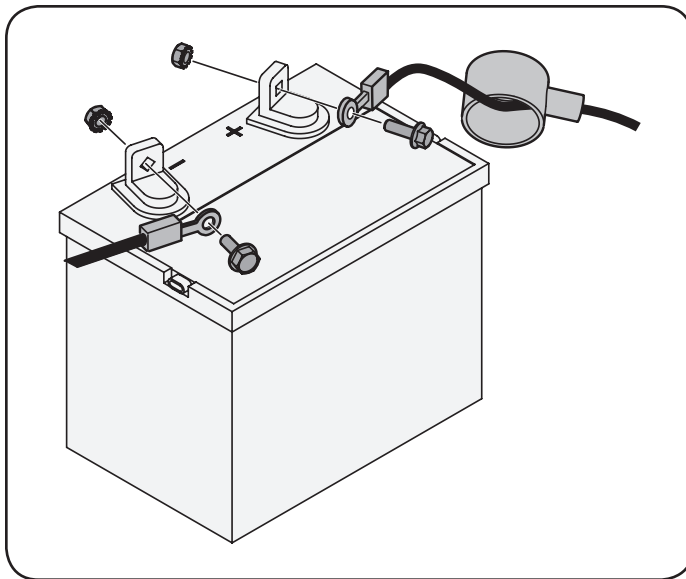

Figura 3
1. Retire la cubierta plástica, si es que está presente, del borne positivo de la batería y una el cable rojo al borne positivo de la batería (+) utilizando el perno y la tuerca hexagonal. Vea la Figura 3.
2. Retire la cubierta plástica, si es que está presente, del borne negativo de la batería y una el cable negro al borne negativo de la batería (-) utilizando el perno y la tuerca hexagonal. Vea la Figura 3.